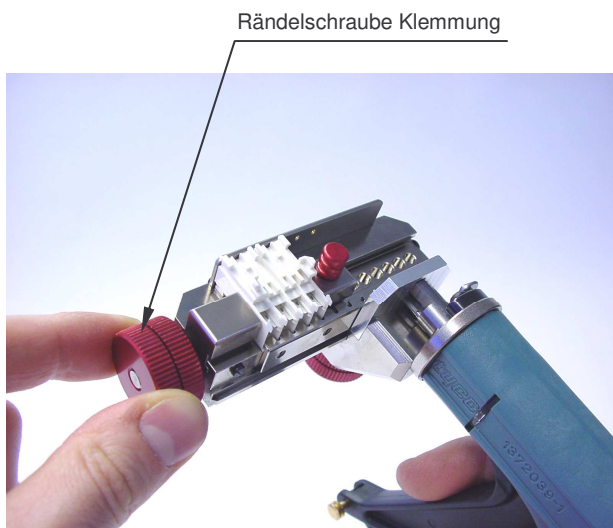

Abbildung 8
**4.** Klemmen Sie den Stecker indem Sie die Rändelschraube zur Klemmung des Steckers nach rechts – im Uhrzeigersinn – zudrehen (siehe Abbildung 8).